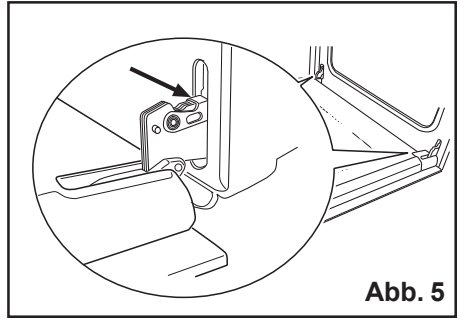

Abb. 5
2. gehen Sie zu den beiden Türscharnieren (Abb. 5);